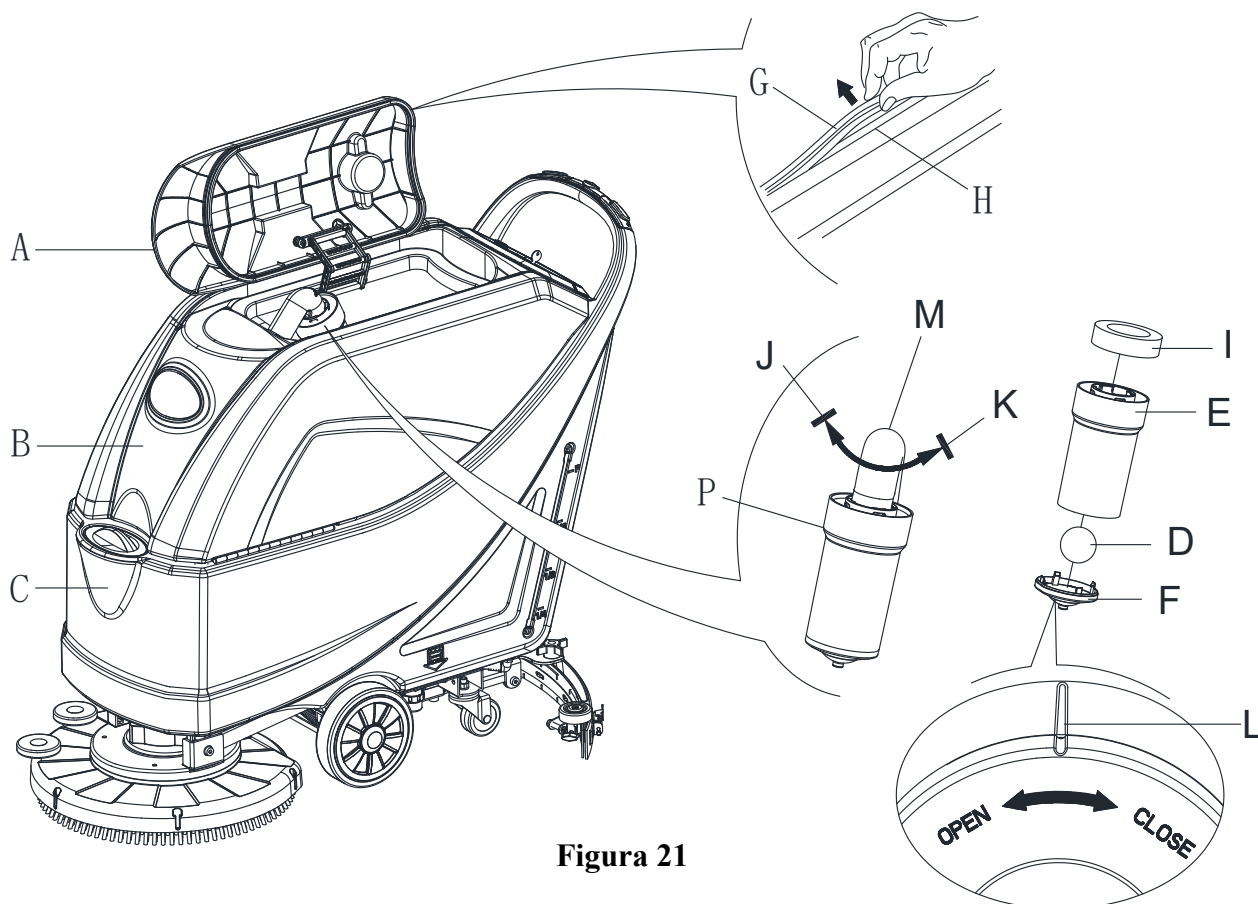

Figura 21
2. Asigurați-vă că mașina este oprită și cheia de contact (54) a fost scoasă.
3. Rotiți capacul rezervorului de recuperare (A, Figura 21) la 90 de grade, de unde poate fi scos de pe rezervor, și apoi scoateți filtrul flotor cu sferă (P) din rezervor.
5. Dacă este necesar, urmați simbolurile "DESCHIS" și "ÎNCHIS", după cum se vede în (Figura 21) pentru a deschide capacul de la partea inferioară (F) a filtrului flotor și apoi curățați sfera floatoare (D), cadrul suport al filtrului (E) și buretele filtrului (I). După curățare, fixați sfera floatoare (D) pe cadrul suport al filtrului (E) și apoi aliniați marcajul canelură (L) de pe capacul de la partea superioară (F) a filtrului flotor, cu marcajul-canelură (L) de pe cadrul suport al filtrului (E). Înșurubați strâns capacul de la partea inferioară a filtrului flotor și fixați buretele (I) pe cadrul suport al filtrului (E). În final, conectați-l la furtunul de scurgere a apei uzate (M).
7. Verificați dacă suprafața de contact a garniturii de etanșare (G) este integră și etanșarea se realizează suficient. Dacă este necesar, scoateți garnitura de etanșare din canelura preștuei (H) și înlocuiți-o. Asamblați noua garnitură de etanșare așa cum se vede în (Figura 21), îmbinarea trebuie să se facă în zona din mijloc.
8. Închideți capacul rezervorului de recuperare (A).